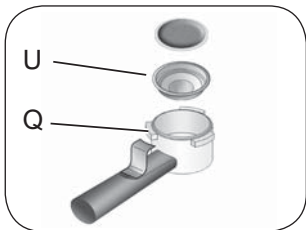

Abb. 14
- 1 Den Portionsbeutel-Filter (Q) in den Filterhalter (U) einsetzen. Den Portionsbeutel im Filter anbringen (Abb. 14).